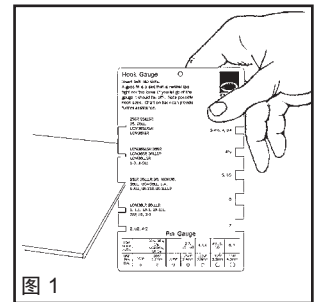

图 1
- 使用帆船牌 Clipper® 带扣规尺、千分尺或卡尺来测量输送带厚度（参见图 1）。